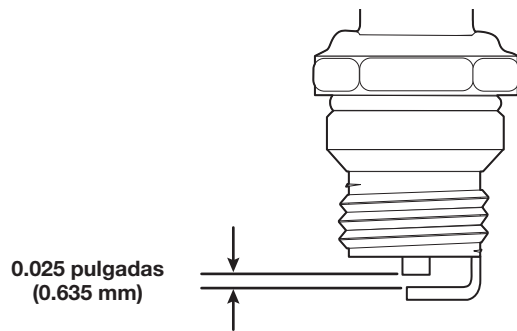

Fig. 26
6. Use un calibrador de separación para ajustar una separación de aire de **0.025 pulgadas (0.635 mm)** (Fig. 26).